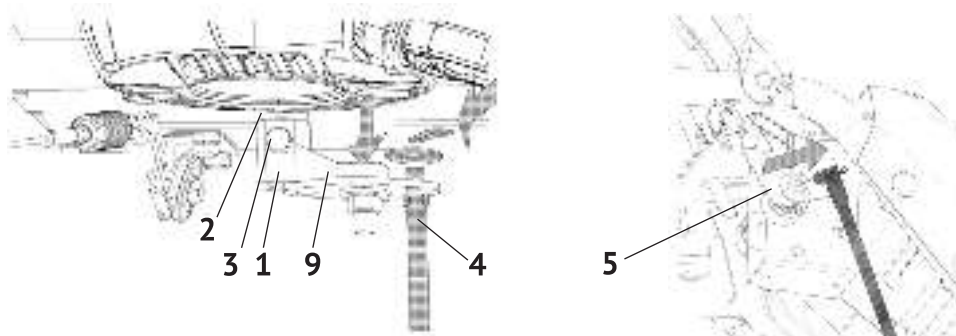

рис.4
- установите уголок переключателя (рис.4 поз.1) с вилочным кронштейном (рис.4 поз.2),
и соедините их винтом (рис.4 поз.3), как показано на рис.4;
- установите планку тяги (рис.4 поз.9) на уголок переключателя (рис.4 поз.1) и соедините их винтом.
- вставив конец тяги (рис.4 поз.4) в отверстие планки, закрепите его с помощью плоской шайбы и шплинтом, как показано на рис.4;
- поднимите второй конец тяги с к панели управления и зафиксируйте его шплинтом на нижней части рычага переключения передач (рис.4 поз.5)